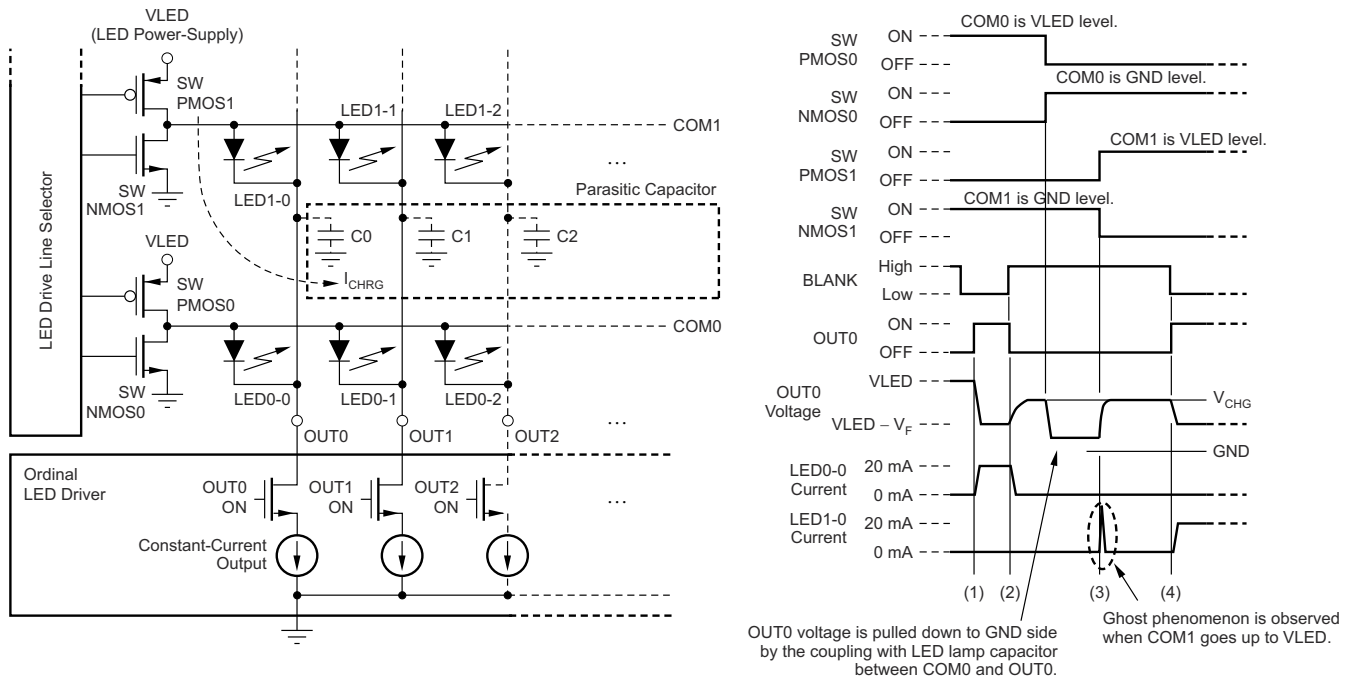

图 7-1. LED 重影现象机制
内部预充电 FET 可防止多路复用 LED 模块出现重影。造成重影现象的其中一个原因是恒流输出 (OUT_n) 的寄生电容充电电流以及通过 LED 连接到 OUT_n 的 PCB 线路。图 7-1 中显示了一种机制。
在图 7-1 中，恒流驱动器会使 LED0-0 在 (1) 处点亮并在 (2) 处熄灭。LED0-0 熄灭后，OUT0 电压会被 LED0-0 上拉至 V_{CHG}。该 OUT0 节点具有一些寄生电容 (例如恒流驱动器输出电容和电路板布局电容，如 C0-2 所示)。LED0-0 熄灭后，SWPMOS0 关断，SWNMOS0 为 COM0 导通，并且 COM0 下拉至 GND。由于 COM0 和 OUT0 之间存在寄生电容，因此 OUT0 电压也会下拉至 GND。然后，SWPMOS1 为下一个公共线 (COM1) 导通。当 SWPMOS1 导通时，OUT0 电压会从地电压被上拉至 V_{LED} - V_F。充电电流 (I_{CHRG}) 通过 LED1-0 流入寄生电容 (C0)，导致 LED 短暂亮起并产生 LED1-0 的重影效果。